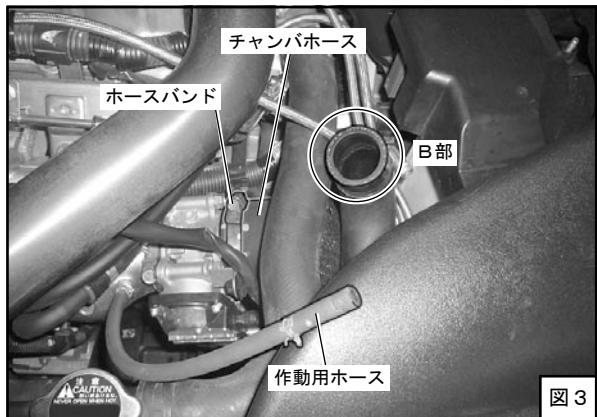
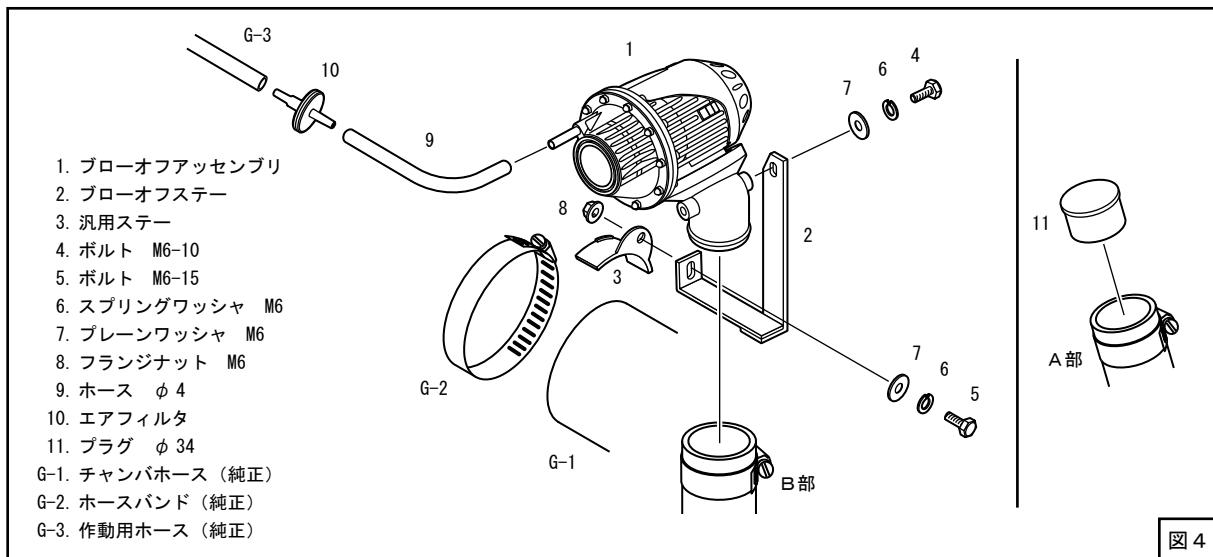
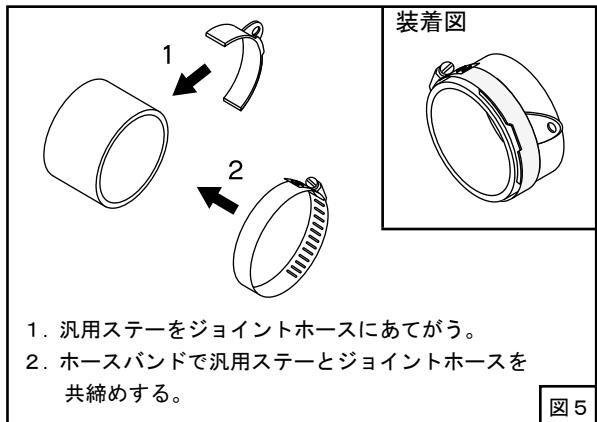
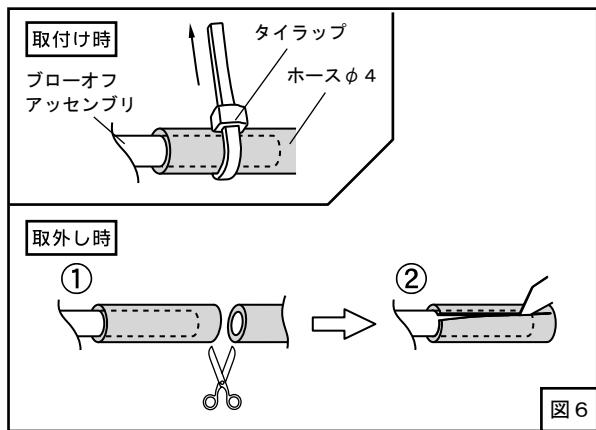

図3
図4
図5
図6
(1) A部にφ 34 プラグを取付けてください。(図2、図4)
(2) チャンバホースのホースバンドをゆるめ、ブローオフステーを仮付けしてください。(図3、図4、図5)
(3) キットパーツを仮付けしてください。(図3、図4)
(4) キットパーツを使用してブローオフバルブ作動用の配管を行ってください。ホースφ 4は適当な長さに(ある程度余裕を持たせて)切って使用してください。(図4)
(図4、図6)
ブローオファッセンブリを取り外す時など、ホースφ4をブローオファッセンブリから抜く際は、タイラップを外した後、一度ホースφ4を切断し切り込みを入れてから取外してください。(図6)